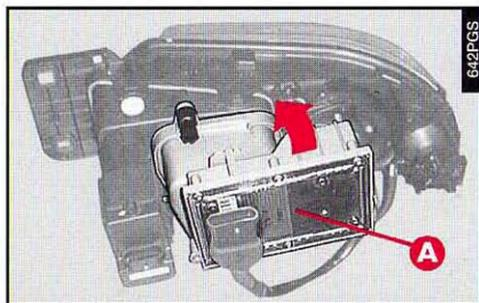

fig. 48
– Sur les versions avec projecteurs à décharge de gaz, pour pouvoir accéder au porte-lampe du clignotant avant, tourner vers le haut et sortir la centrale d'allumage feu de croisement (**A-fig. 48**) sans débrancher le connecteur électrique.
– Sur les versions avec projecteurs à décharge de gaz, introduire la centrale d'allumage feu de croisement (**A-fig. 48**) et la bloquer en la tournant vers le bas.